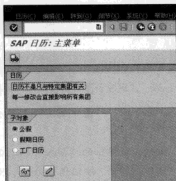

图 6-32 “SAP 日历: 主菜单”界面
STEP 1 在命令栏输入 SPRO 命令，通过菜单选择“时间管理→工作日程表→定义公休日类”选项，弹出“SAP 日历: 主菜单”界面，如图 6-32 所示。
STEP 6 在图 6-32 中，可以选择“假期日历”选项，然后单击“”按钮，弹出“更改公假日：概览”界面，如图 6-37 所示。在此界面中，同样可以新增、修改、删除公假日历。